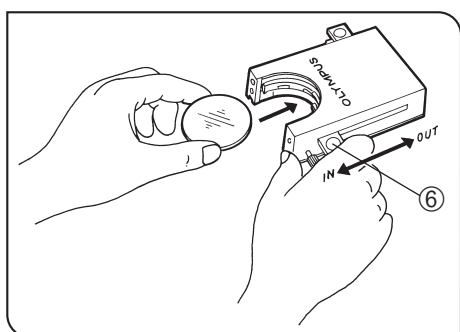

Рис. 17
Пользование кассетой для фильтров (рис. 17 - 20)
2. Переместите рычаг ⑥ в положение IN. Он должен зафиксироваться с характерным щелчком. (Рис. 17)
3. Удерживая рычаг в положении, показанном на рис. 17, поместите фильтр в кассету, вставив его в направлении, показанном стрелкой.